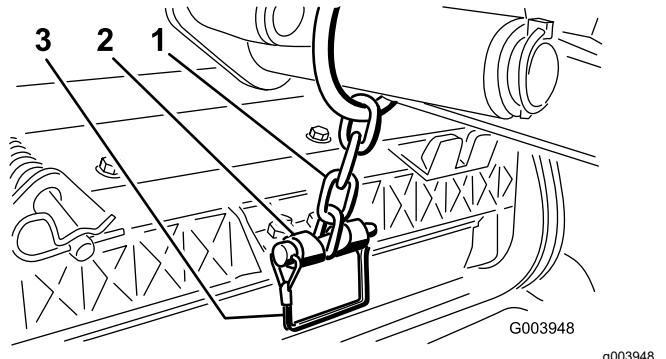

Figure 12
- Fixez la chaîne du bras de levage au support de la chaîne avec la goupille à fermoir (Figure 12).